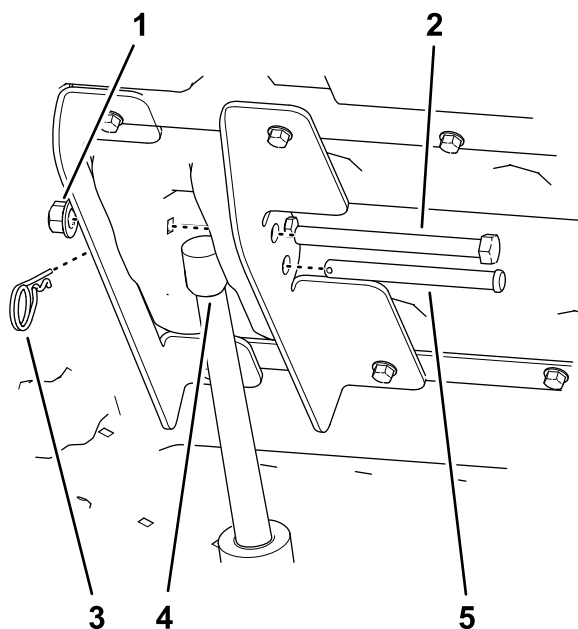

**Figure 15**
6. Abaissez le plateau avec précaution jusqu'à ce que les trous dans les ferrures d'articulation soient en face des trous de fixation du plateau dans le profilé de cadre arrière (Figure 15).
7. Fixez les ferrures d'articulation au profilé de cadre arrière à l'aide de 4 boulons à embase (3/8" x 1") retirés précédemment, comme montré à la Figure 15.
4. Fixez les ferrures d'articulation au profilé de cadre arrière à l'aide de 4 boulons à embase (3/8" x 1") retirés précédemment, comme montré à la Figure 15.